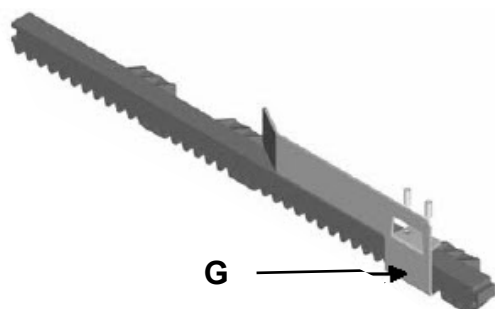

Fig. 4
Fixar o limitador (G) do fim de curso do motor na cremalheira (Fig. 4)